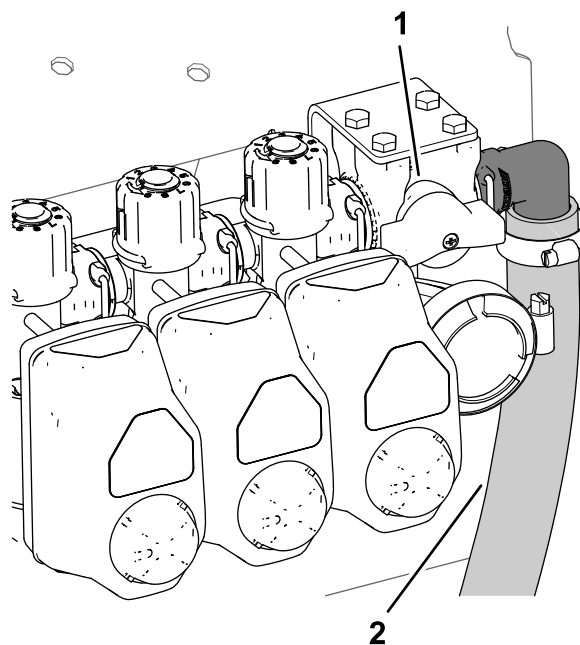
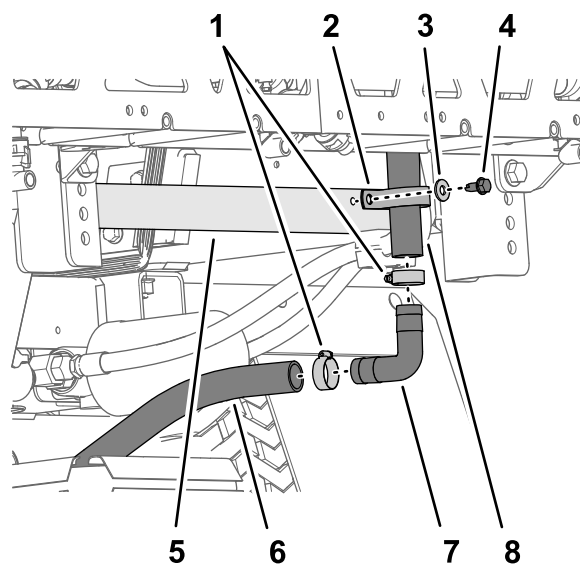

Рисунок 40
Рисунок 41
2. Снимите два шланговых хомута, которые крепят верхний перепускной шланг и нижний перепускной шланг к прямоугольному штуцеру типа «елочка» (Рисунок 41).
1. На нижнем конце верхнего перепускного шланга снимите болт с фланцевой головкой (5/16 x 3/4 дюйма), шайбу (5/16 дюйма) и R-образный хомут, который крепит верхний перепускной шланг к задней посадочной плите машины (Рисунок 40 и Рисунок 41).
3. Отсоедините прямоугольный штуцер типа «елочка» от шлангов (Рисунок 41).